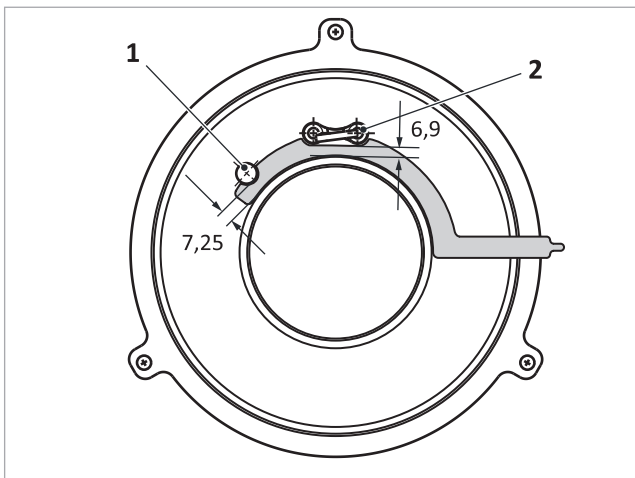

Abb. 135: Abstände Ionisations- und Zündelektrode zum Brennervlies
- Ionisationselektrode → Abb. 135 (1): 7,25 mm
- Zündelektrode → Abb. 135 (2): 6,9 mm